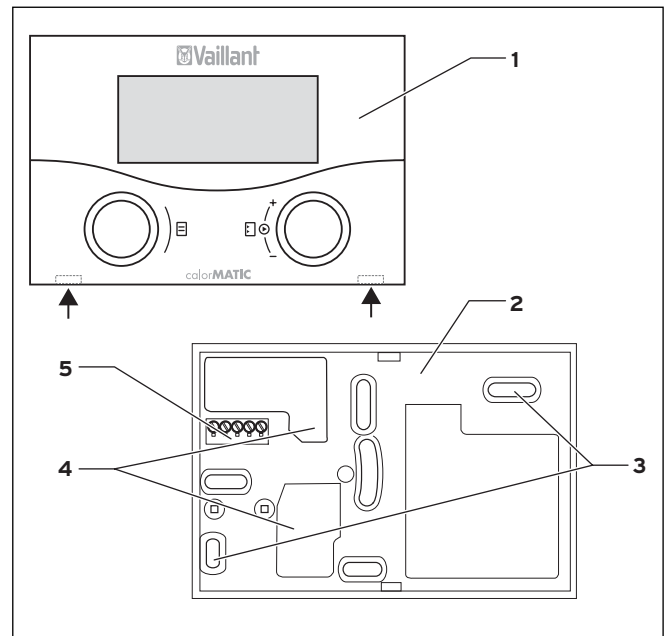

Fig. 4.1 Montage du calorMATIC 430
- ⇒ Enfoncer soigneusement le régulateur (sans socle mural, voir fig. 4.1) avec sa barrette à broches dans le connecteur de l'appareil de chauffage prévu à cet effet.
- ⇒ Retirer le régulateur (1) de son socle mural (2). Pour ce faire, introduire un tournevis dans les deux colliers d'arrêt (voir flèches fig. 4.1).
- ⇒ Percer deux trous d'un diamètre de 6 mm en fonction des trous de fixation (3).
- ⇒ Passer le câble eBUS à travers un des passe-câbles (4).
- ⇒ Enfoncer soigneusement le régulateur sur le socle mural jusqu'à ce qu'il s'enclenche. La barrette à broche située au dos du régulateur doit s'engager dans le connecteur (5) du socle mural prévu à cet effet.